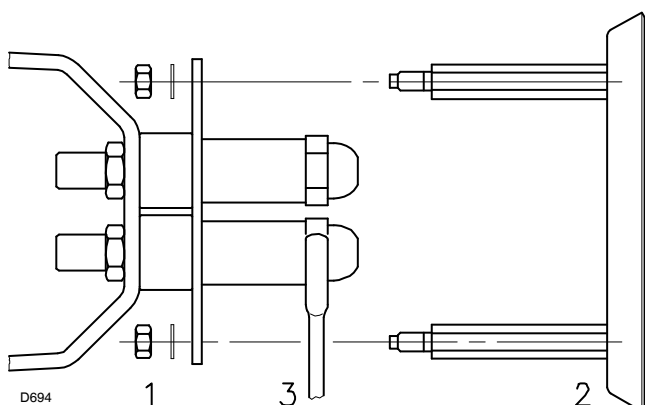

Fig. 12
- Togliere i dadi 1)(Fig. 12) ed il disco 2)
- Sostituire l'ugello con la chiave 3)(Fig. 12).